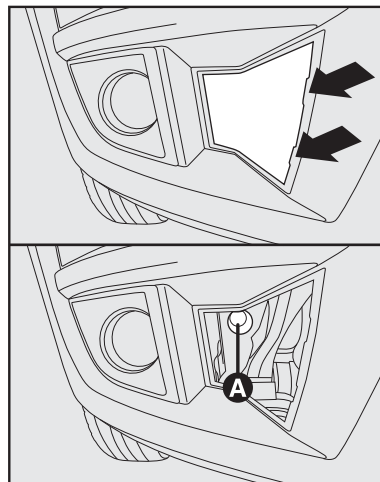

fig. 50
Reboque dianteiro - **fig. 50**
2) Retirar a tampa de proteção do furo - **setas-fig. 50**.
3) Parafusar o gancho de reboque no furo rosqueado **A-fig. 50** na parte dianteira do para-choque, lado direito.